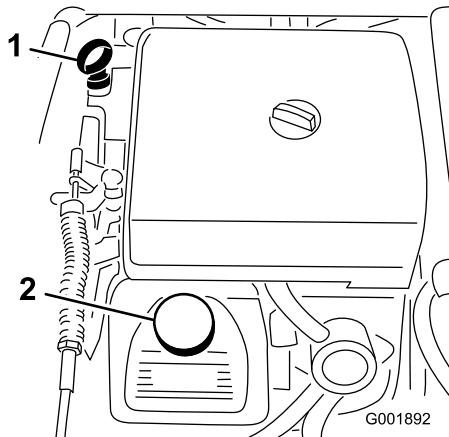

Figura 21
2. Retire la varilla y límpielo con un paño limpio (Figura 21). Introduzca la varilla en el tubo asegurándose de que entre a fondo. Retire la varilla y compruebe el nivel de aceite.
3. Si el nivel de aceite es bajo, retire el tapón de llenado de la cubierta de la válvula (Figura 21) y vierta aceite por el orificio hasta que el nivel llegue a la marca Lleno de la varilla; consulte el tipo y la viscosidad correctos en la sección Mantenimiento del aceite del motor. Añada el aceite lentamente y compruebe el nivel a menudo durante este proceso. No llene demasiado.